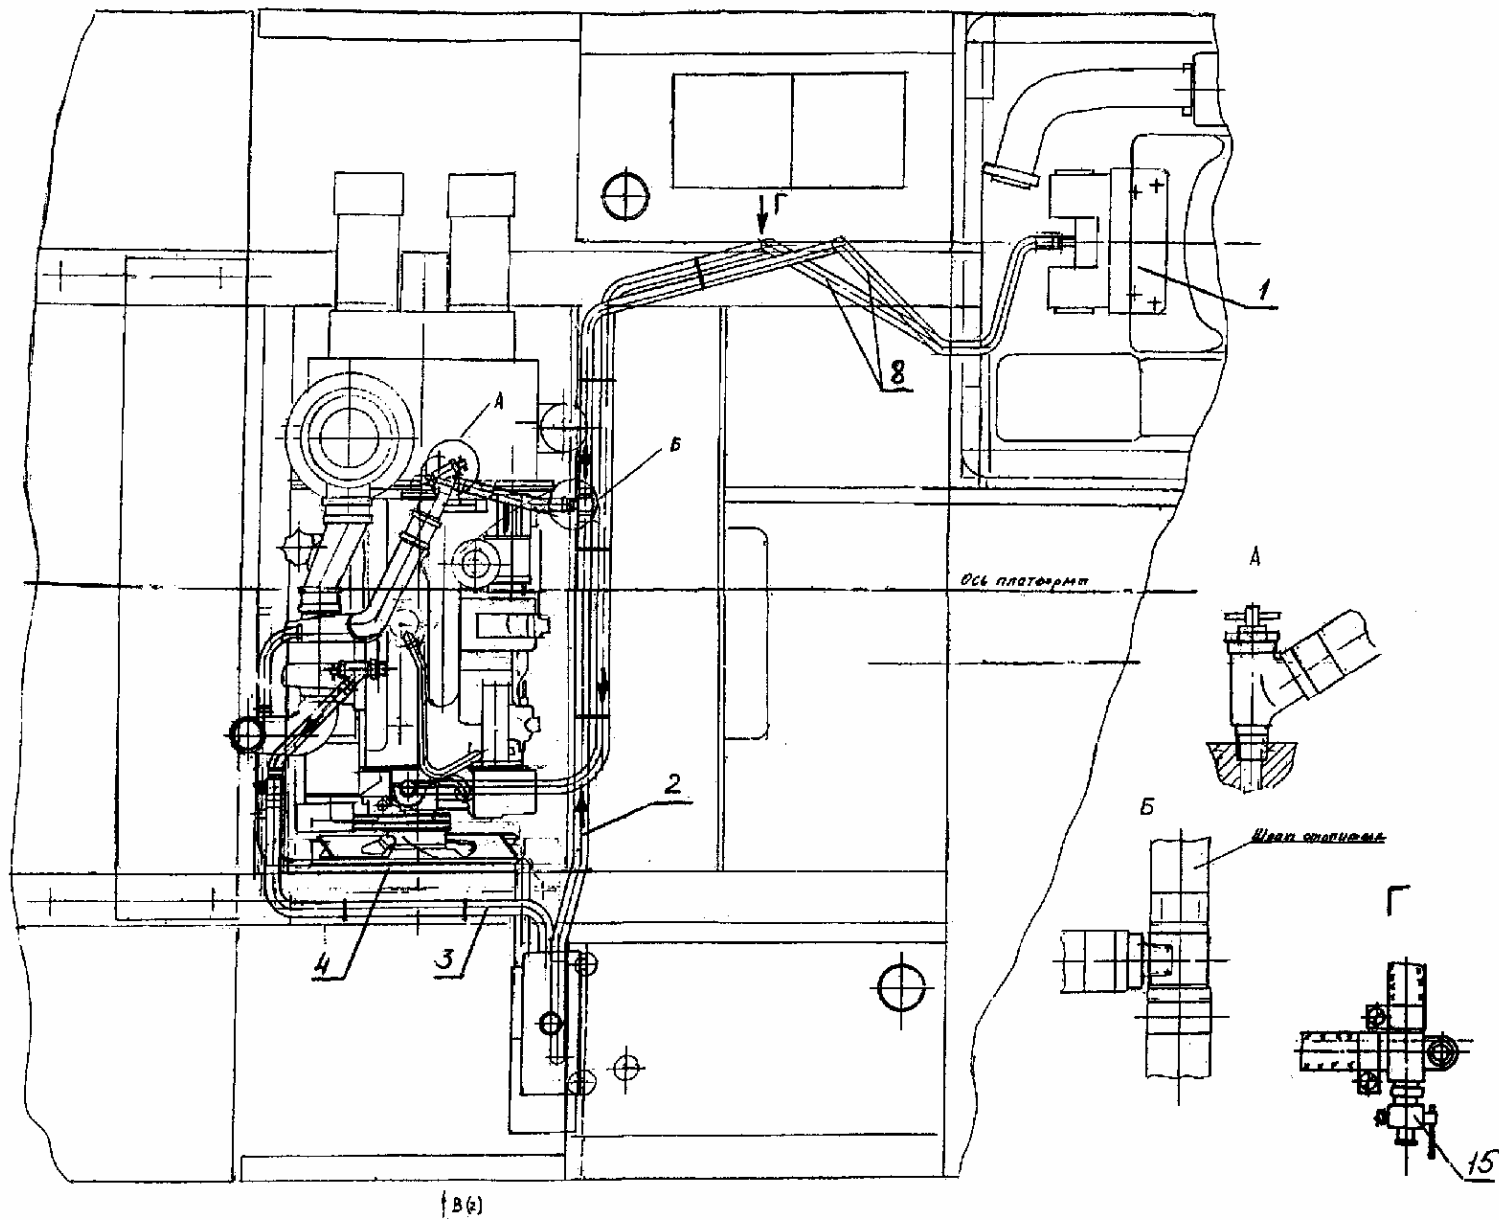
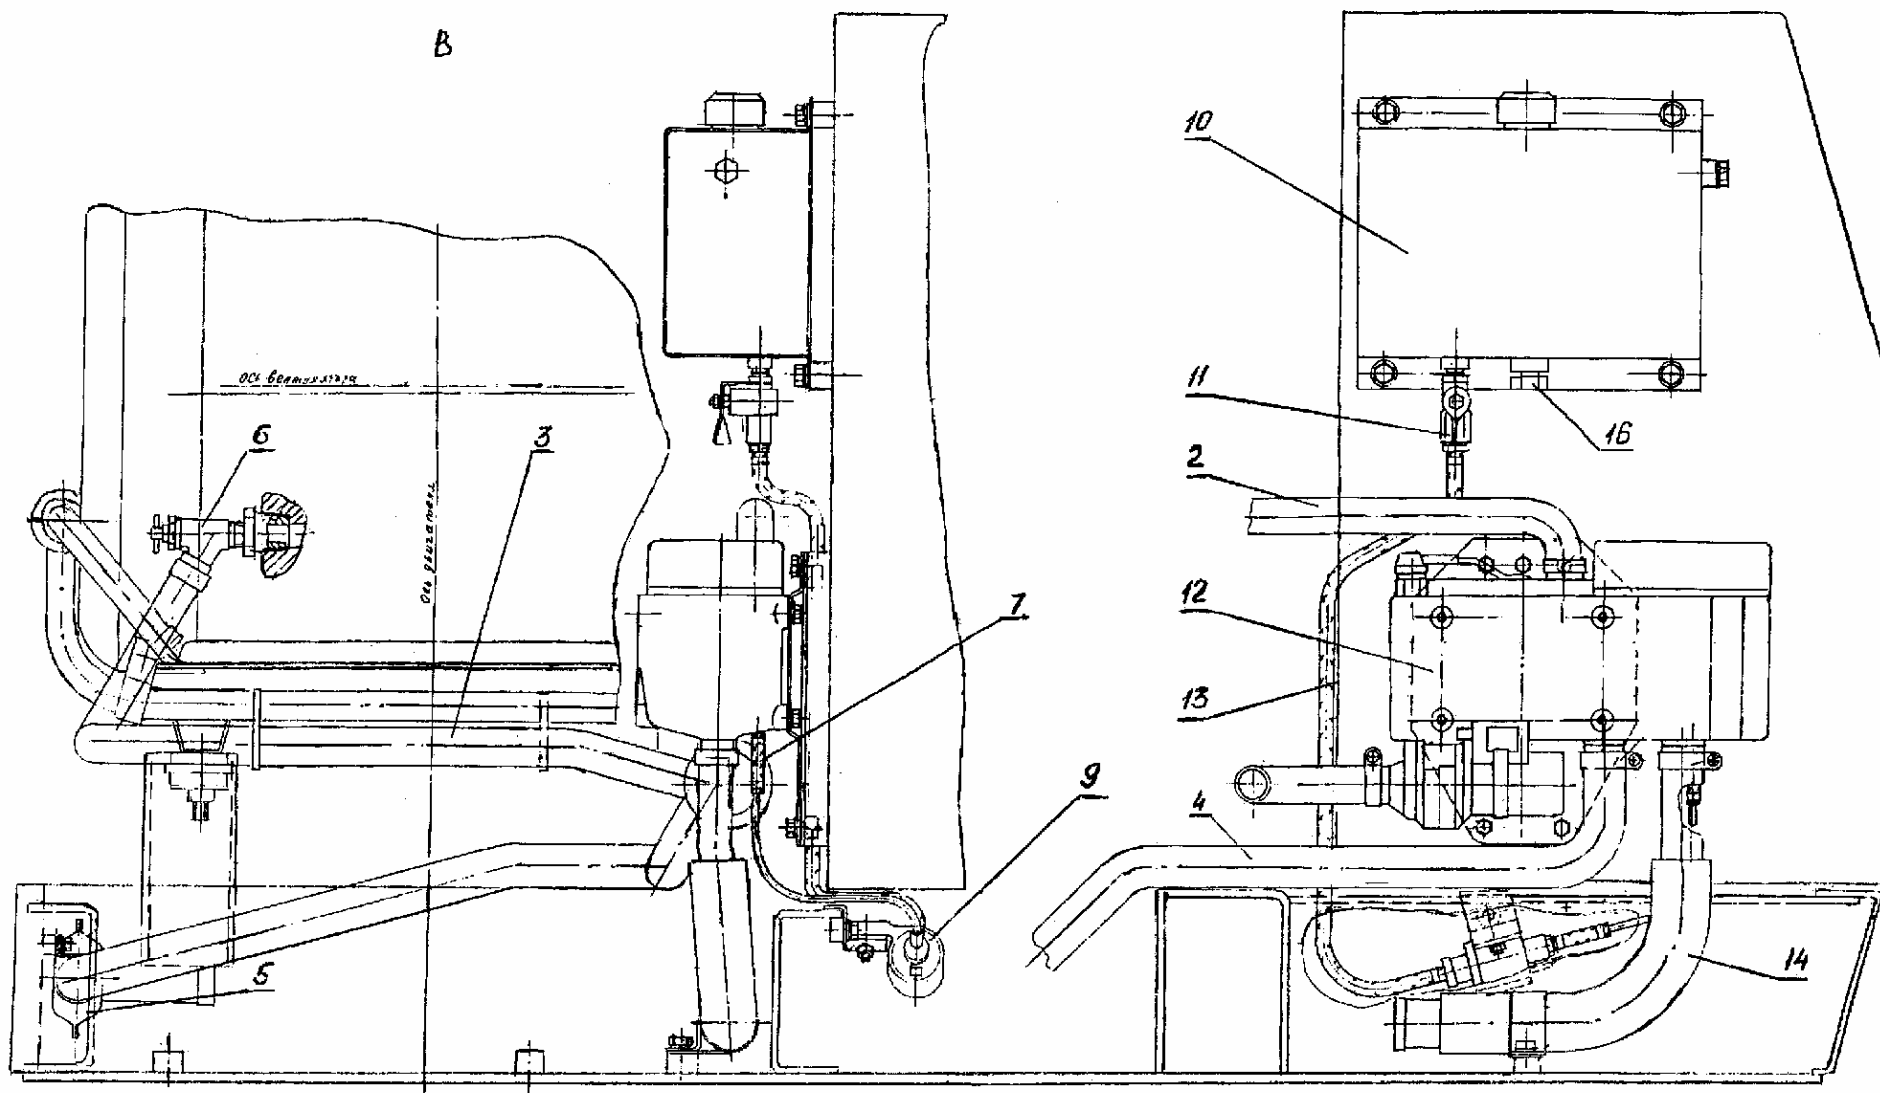

Рис. 26.1 Установка предпускового подогрева двигателя и отопления кабины
Рис. 26.2 Установка предпускового подогрева двигателя и отопления кабины
2.3. УСТАНОВКА ПРЕДПУСКОВОГО ПОДОГРЕВА ДВИГАТЕЛЯ И ОТОПЛЕНИЯ КАБИНЫ (РИС. 26.1 И РИС. 26.2)